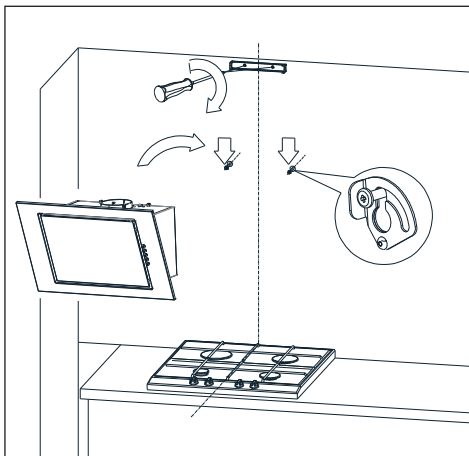

Fig. 6 Suspension de la hotte
3. Vissez l'élément de fixation du corps de cheminée, suspendez la hotte sur les deux vis non serrées (Fig. 6).